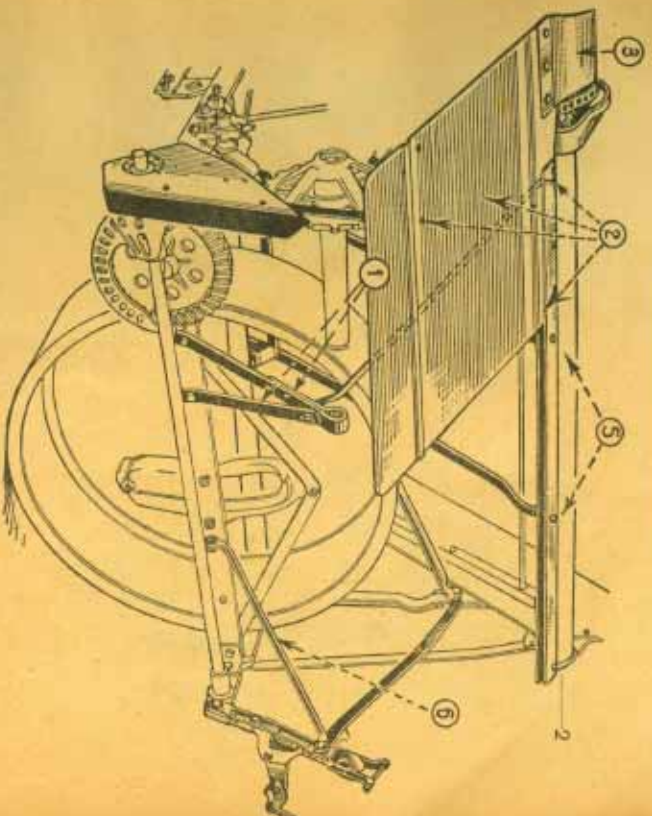

Abbildung Nr. 12.
5. Befestige die Führungsbänder (BA 13414) für das untere Elevatorruch-Ende (mit den gebogenen Enden nach oben) oben unterhalb der Binderisch-Führung (s. Abb. Nr. 12) und unten an den Streben (D 13413) wie Abb. Nr. 12D zeigt.
6. Befestige die Strebe des vorderen Binderpfostens an dem Binderpfosten und der Rahmenschwelle, wie Abb. Nr. 12 und Nr. 12A zeigen.
1. Schraube den hinteren Binderposten mit der Verstärkungsstrebe an die Außenschwelle, in der Anordnung wie Abb. Nr. 12 zeigt. Die richtige Anbringung dieser beiden Teile ist sehr wichtig.
4. Stecke die Verbindungsstrebe durch den Transportachshalter (HB 6893) und Plattformschwelle, Mutter mit Federling nur lose aufstecken. Befestige das andere Ende dieser Verbindungsstrebe an der Innenschwelle des Hauptrahmens zusammen mit dem Transportachshalter (HB 6893) und der einen Strebe des Führungsbundes (B 18413) für das Elevator-Tuchende), wie Abbildung zeigt, stehe auch Abbildung Nr. 12 D. Befestige den vorderen Transportachshalter (HB 708) mit der anderen Strebe des Führungsbundes (B 18413) an der Hauptrahmenschwelle. **Ziehe nunmehr sämtliche Muttern fest an.**